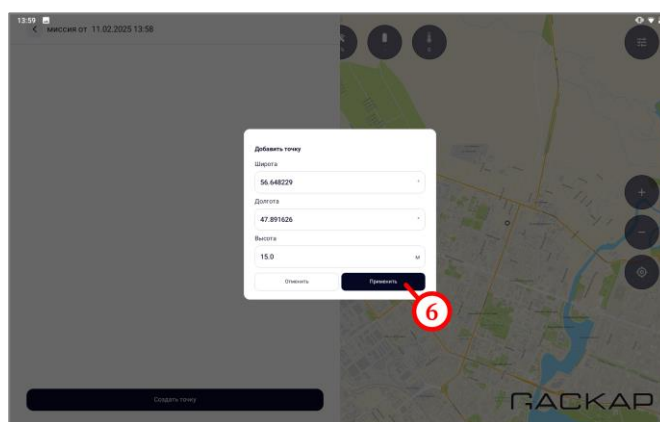

Рисунок 46
- на форме добавления точки миссии нажать на кнопку «Применить» (рисунок 46, шаг 6). Проконтролировать добавление новой точки на форме состава миссии;